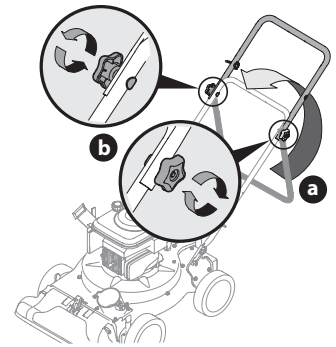

Figura 2
2. Despliegue la manija superior hasta que quede alineada con la manija inferior. Asegúrese que la guía de la cuerda esté situada a la derecha de la manija superior. Vea la Figura 2.
3. Para sujetar las dos manijas ajuste las perillas de la manija (los pernos del carro deben estar colocados de forma adecuada en la manija). Vea la Figura 2.